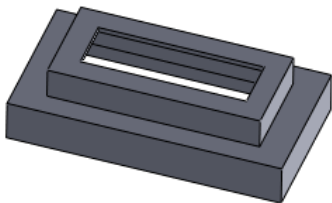

图 7-66 壳体零件
(1) 选择壳体零件的上表面作为绘图基准面，如图 7-66 所示。然后单击“视图”工具